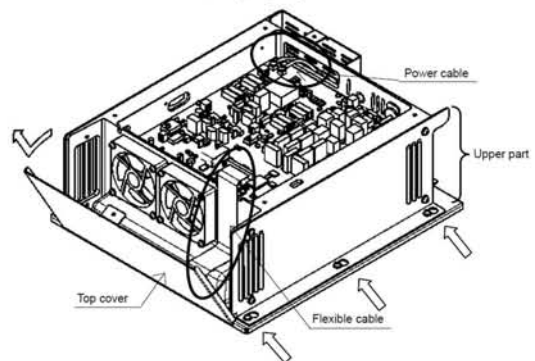

図2 [Fig.2]
- 2) 天板を取り外します。(図2)
Remove the top cover. [Fig.2]
- 3) フレキシブルケーブルをコネクタ(J101)から外します。次に、電源ケーブル(TB301とTB302)を端子から外します。(図2)
Remove the flexible flat cable from the connector (J101), and then remove the power cable from each terminal (TB301 and TB302). [Fig.2]
- 4) 筐体両側の6つのビスを緩め、筐体上部を取り外します。(図2)
Loosen the screws (six places) fixing the both sides of chassis, and then remove the upper part. [Fig.2]